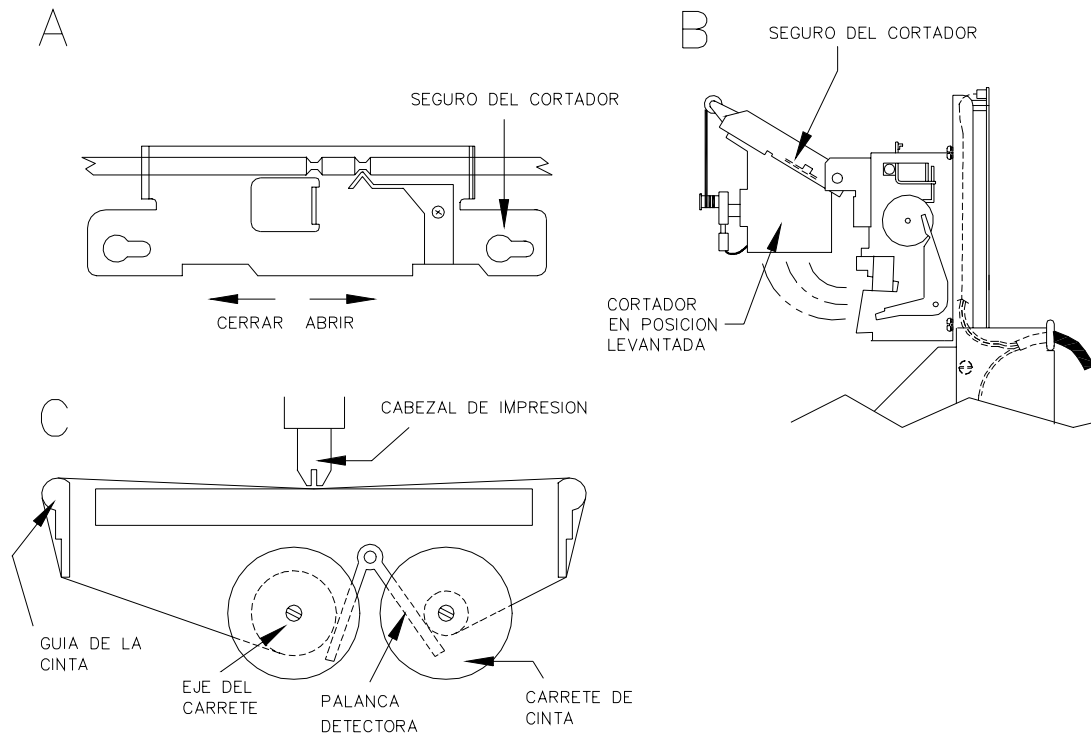

Figura 29-5. Secuencia de instalación de la cinta
2. Deslice el seguro del cortador de papel hacia la derecha y gire el cortador de papel hacia arriba (Figura 29-5 A y B).
4. Quite uno de los carretes del eje mientras empuja la palanca detectora para que no estorbe (Figura 29-5 C). Repita el procedimiento para el otro carrete.
1. Coloque el carrete de cinta en el eje izquierdo con las puntas conductoras del carrete apuntando hacia la impresora (Figura 29-5 C).
5. Vuelva el cortador de papel a su posición normal y deslice el seguro del cortador hacia la izquierda para trabar (Figura 29-5 A).